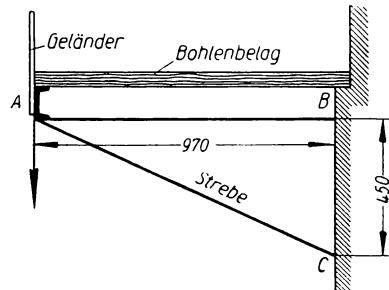

Bild 47
- 169.** Der Bohlenbelag eines Laufstegs ruht an einer Seite auf einem Mauerabsatz, am anderen Ende auf einem L-Stahl, der in Abständen von 2,1 m durch Kragstützen nach Bild 47 getragen wird.